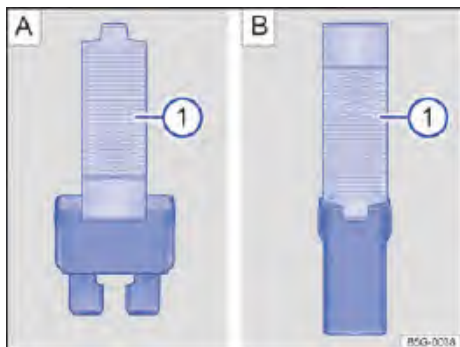

Fig. 214 Retirar o colocar el fusible con la pinza de plástico: **A)** fusible plano, **B)** fusible de bloqueo.
- De ser necesario, retirar la pinza de plástico → **fig. 214 A** ① de la cubierta de la caja de fusibles.
- De acuerdo con la versión del fusible, colocar las garras adecuadas del alicate plástico → **fig. 214 A** ① o → **fig. 214 B** ① de forma lateral en el fusible.
- Si el fusible está quemado, sustituir el fusible por uno nuevo de la *misma* intensidad de corriente (mismo color e inscripción) y del *mismo* tamaño → ①.